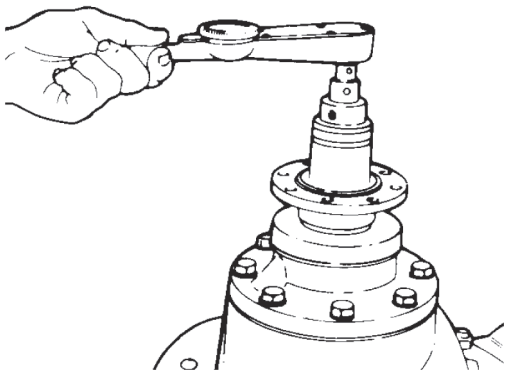

Figura 75
- 6. Con un torquímetro en la tuerca del piñón, verifique el valor del torque resistivo (precarga) para girar el piñón. Aumente, si es necesario, el par aplicado en la tuerca del piñón (hasta el límite máximo permitido), para atender a los valores especificados. (figura 75).